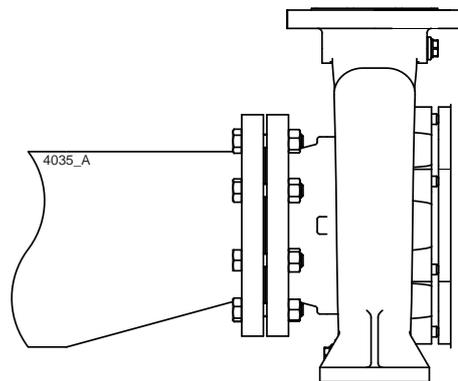

Figure 7: Pièce de réduction excentrique vers la bride d'aspiration.
- Le passage du tuyau d'aspiration doit être généreux. Ce tuyau doit être aussi court que possible et son trajet vers la pompe ne doit pas permettre la formation de poches d'air. Si cela n'est pas réalisable, un dispositif d'aération doit être prévu au point le plus élevé. Si le diamètre intérieur du tuyau d'aspiration est plus grand que celui du raccord d'aspiration de la pompe, une pièce de réduction excentrique doit être utilisée pour éviter la formation de poches d'air et de tourbillons. Voir la figure 7.